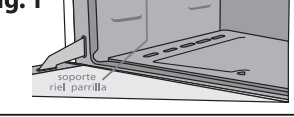

Fig. 1
1. Coloque primero la parrilla en el soporte riel parrilla. (Fig. 1)